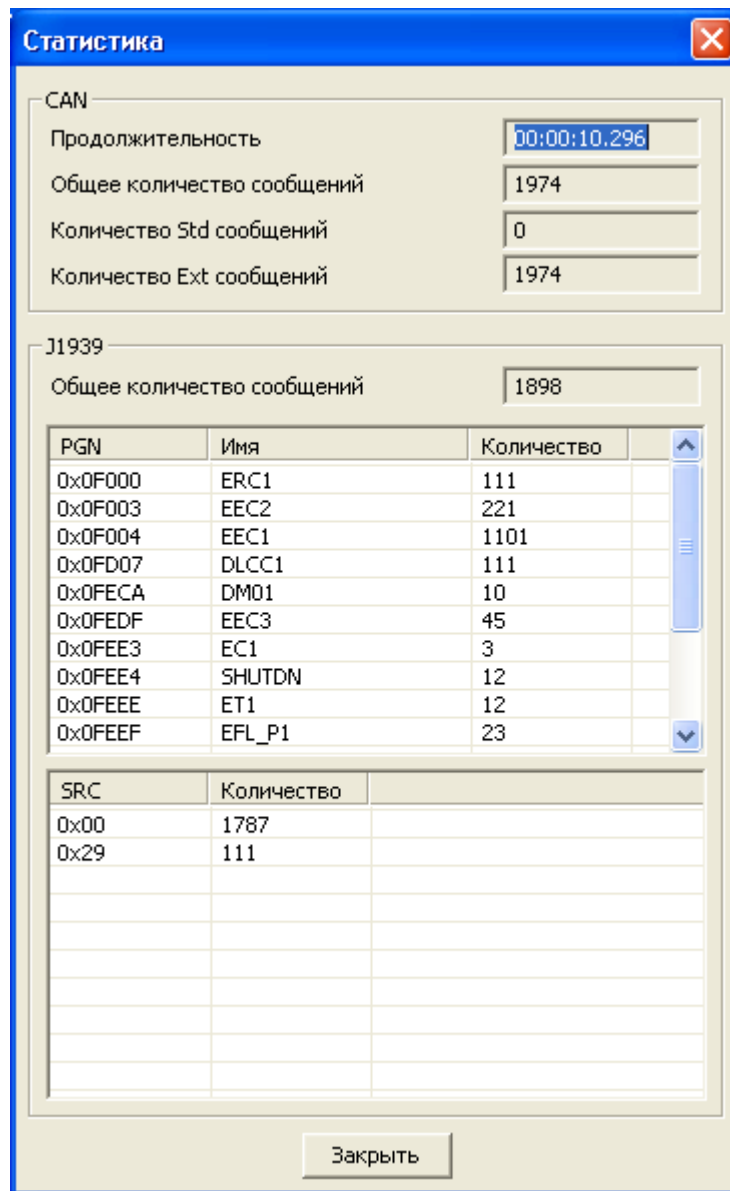

Рис. 7.4
7.4. Диалог «Статистика» (рис. 7.4) отображает статистические данные текущей трассировки.